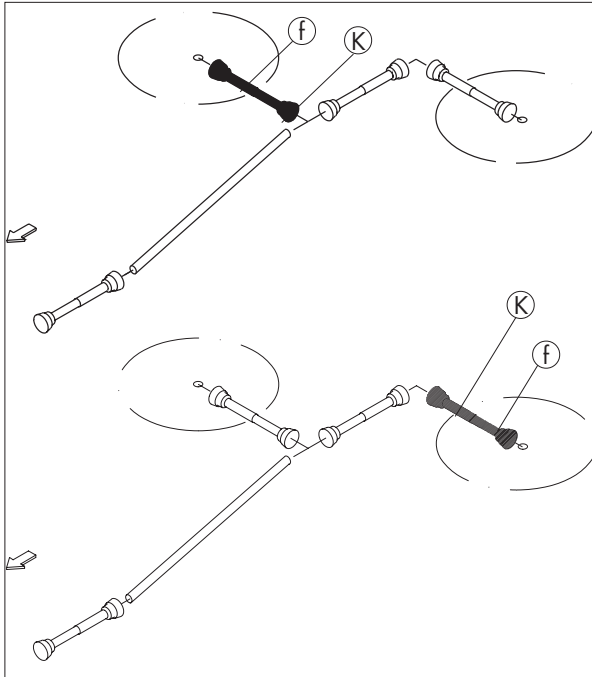

Fig. 3-25
Les deux arbres à cardan courts (K) allant aux unités de toupies doivent être montés de façon à fixer l'embrayage de sécurité (f) sur l'engrenage de toupie (fig. 3-25 et 3-26).